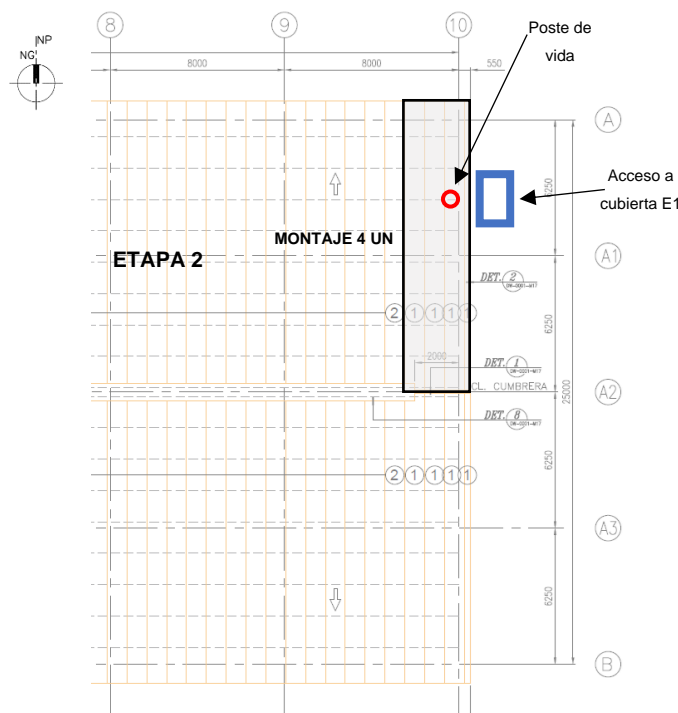

Figura 6 Identificación de 4 primeras planchas para inicio de montaje en Etapa 2.
18. Una vez se finalice el montaje de la Etapa 1, se iniciará el montaje de la Etapa 2. Se realizará de manera similar que en la Etapa 1, esta vez iniciando desde el acceso a cubierta E2 (Figura 6).